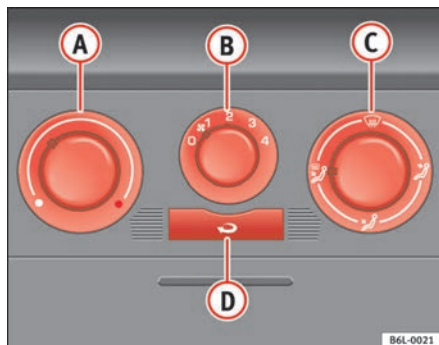

Fig. 92 Mandos de la calefacción en el tablero de instrumentos
- Gire el regulador de temperatura ⇒ fig. 92 **A** hacia la izquierda.
- Gire el regulador de la temperatura ⇒ fig. 92 **A** hacia la derecha hasta alcanzar el grado de calefacción deseado.
- Gire el regulador de la temperatura ⇒ fig. 92 **A** hacia la derecha hasta el nivel máximo de calefacción.
- Gire el regulador de temperatura ⇒ fig. 92 **(A)** hacia la zona de calefacción.